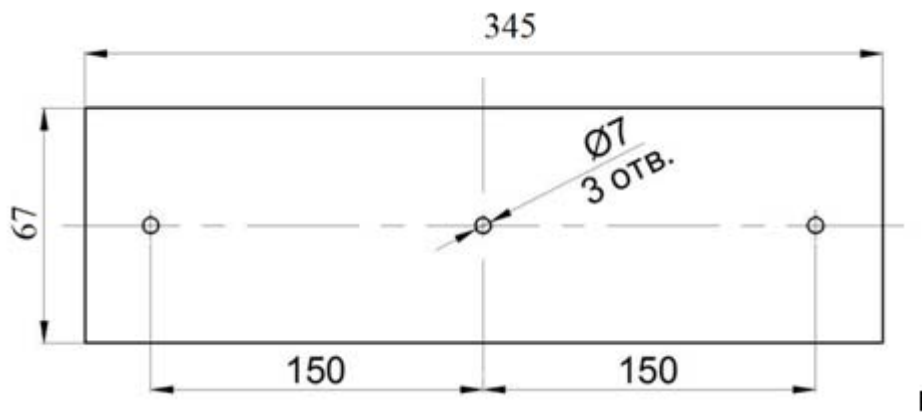

Рис. 2. Крепёжная площадка МУПТВ «ТРВ-Гарант»-14,5-Г-В
5.2. Снять крепежную площадку с корпуса модуля и закрепить её на месте установки модуля (рис. 2).